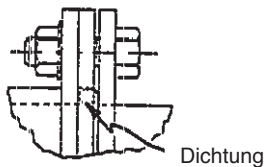

Abb. 3
4. Richten Sie den Druckring an der Dichtungsaufnahme aus und befestigen Sie ihn mit Schrauben und Muttern wie in Abb. 3 gezeigt.